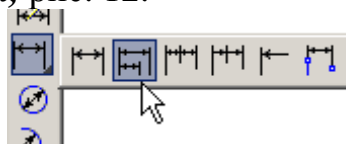

Рис. 12.
- На инструментальной панели **Размеры** сделайте активной команду **Линейный от общей базы**, рис. 12.